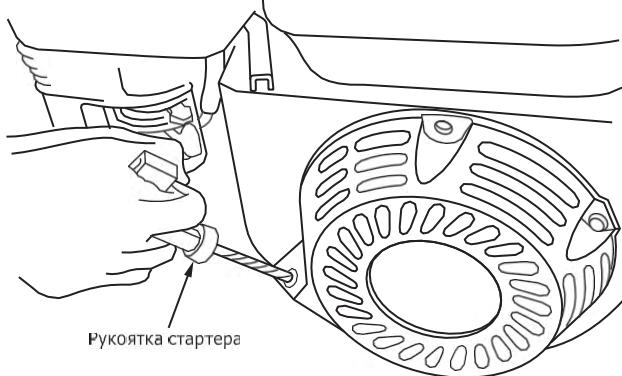

Рис. 13
- Запустите двигатель. Будьте внимательны! При вытягивании шнура стартера шнур может создавать отдачу. Возьмитесь за ручку шнура стартера. Медленно потяните шнур до возникновения сопротивления со стороны двигателя. Не допускайте возврата ручки обратно продолжайте быстро тянуть ручку на полный взмах руки. Медленно (снатягом шнура) верните ручку в начальное положение (рис. 13).